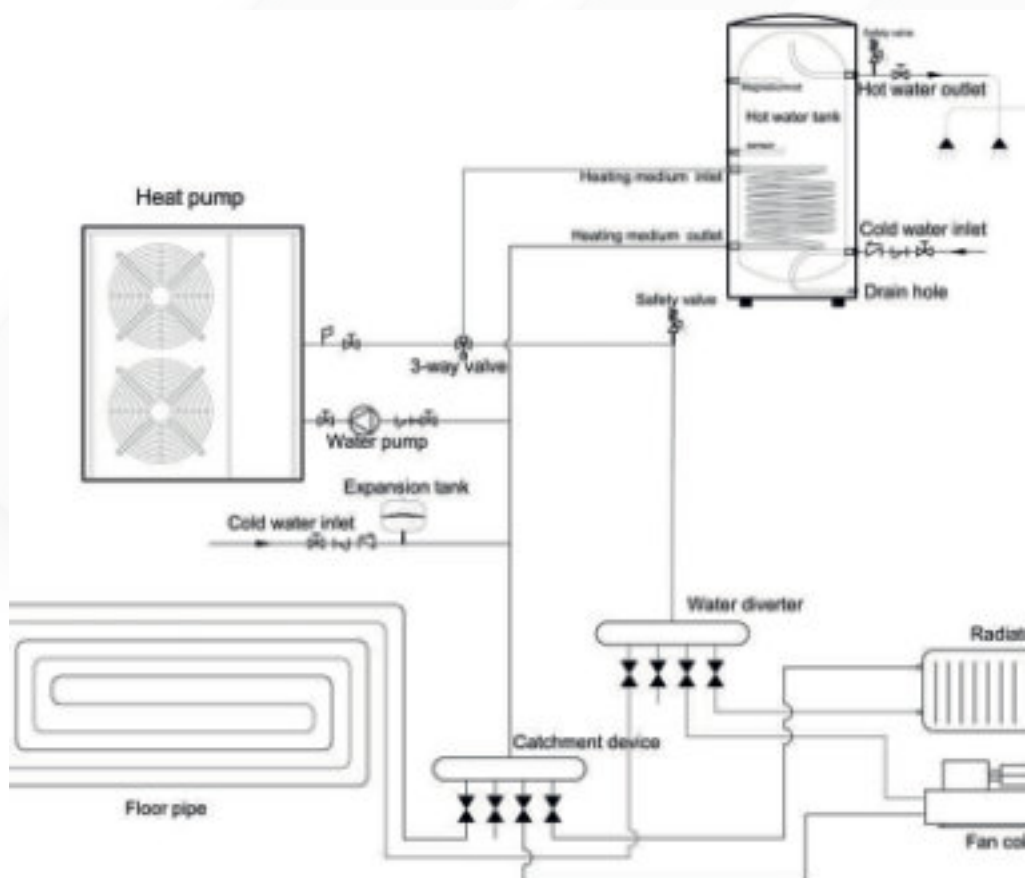

Abbildung 2
1) Systeminstallationsdiagramm — siehe Abb. 2.